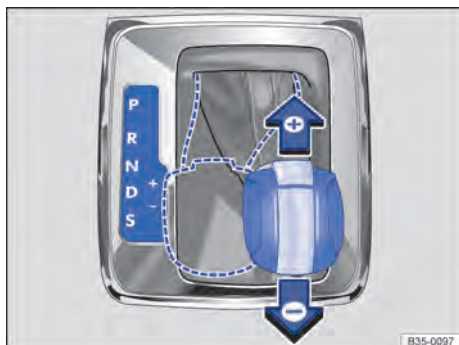

Fig. 145 Alavanca seletora na posição Tiptronic (veículos com direção à esquerda). Veículos com direção à direita são espelhados.
- Mover a alavanca seletora para frente (+) ou para trás (-) para aumentar ou diminuir a marcha ⇒ **Fig. 145.**